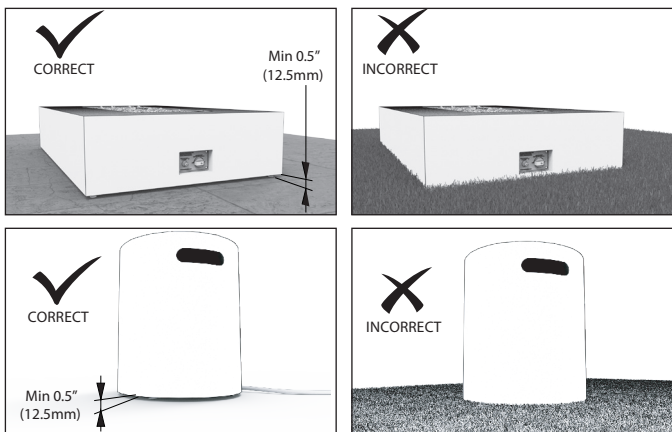

图1
1. 将设备和LP气罐盖放置在细长平坦的表面上,该表面的长度和宽度应与设备相同。设备和LP气罐盖可以放置在易燃表面(如木制甲板)或不易燃材料(如混凝土)上。随时确保观察设备的两侧和上方的所有间隙(见图1和图2)。
3. 不要将设备放置在草地、人造草皮、地毯或任何不平整的表面上,因为这将阻止设备底部空气的流通。见图1。
4. 对于LP气罐盖(如果购买了),按照相同的说明进行操作。见图1。